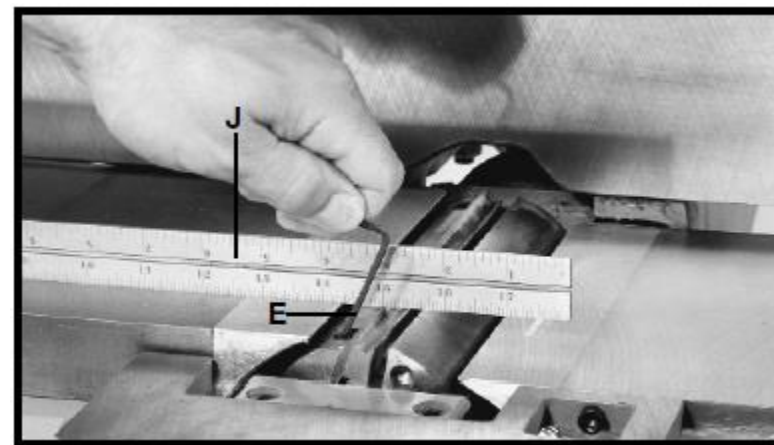

Рис. 50
12. Опустить подводной стол и поставить поверочную линейку (J), рис. 50, на выводной стол и перекрыв режущий вал, как показано на рисунке.